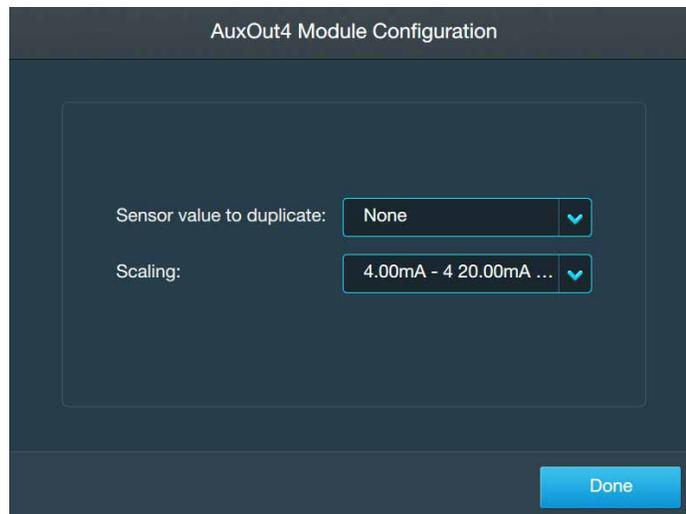

Abbildung 3.52. Bildschirm „Auxiliary Output Module Configuration“ (Konfiguration des Moduls „Zusatzausgang“).
Verwenden Sie die folgenden Informationen und Schritte, um das Modul „Auxiliary Output“ (Zusatzausgang) zu konfigurieren. Alle nachstehend aufgeführten Felder sind in Abbildung 3.52 dargestellt.
1. Gehen Sie auf dem Bildschirm „Home“ (Start) der Touchscreen-Konsole zum Modul „Auxiliary Output“ (Zusatzausgang) und tippen Sie auf „Configure“ (Konfigurieren). Ein Bildschirm „Auxiliary Output Module Configuration“ (Konfiguration des Moduls „Zusatzausgang“) wird angezeigt (siehe Abbildung 3.52). Tippen Sie auf das Feld „Sensor Value to Duplicate“ (Zu duplizierender Sensorwert).